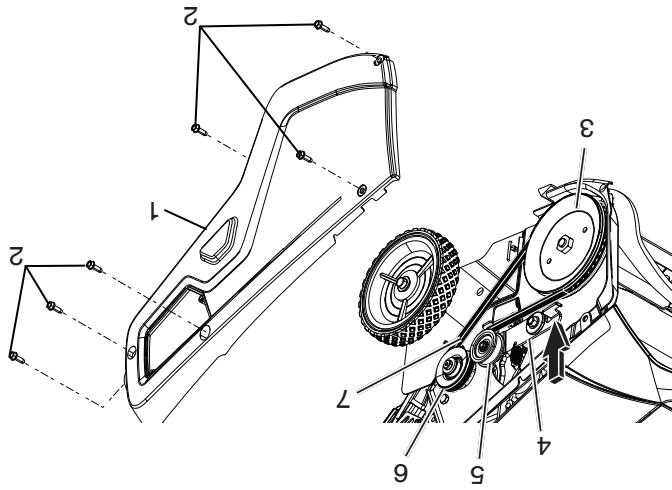

Figure 30
3. Appuyer sur la partie avant du bras de renvoi pour relâcher la tension de la courroie (Figure 30).
2. Retirer la courroie d'entraînement de la pouille d'entraînement (Figure 30).